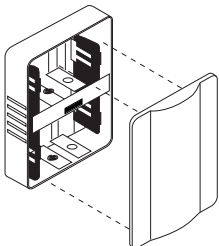

Abb.7
1. Ziehen Sie die Abdeckung des Funk-Gongs nach vorne ab (Abb.7).
3. Öffnen Sie nun die Abdeckung am Funk-Gong (Abb.7) und stellen Sie hier den gleichen Code ein (Abb. 11). Prüfen Sie, ob die Störung beseitigt ist, wenn diese beim Funk-Gong aufgetreten ist.